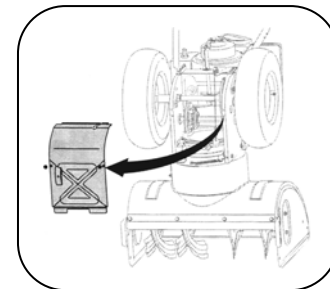

Рис. 18
2. Осторожно поверните снегоуборщик вверх и вперед, чтобы он опирался на корпус шнека. Снимите крышку рамы с нижней стороны снегоуборщика, удалив четыре самореза, которые крепят ее. См. рис. 18